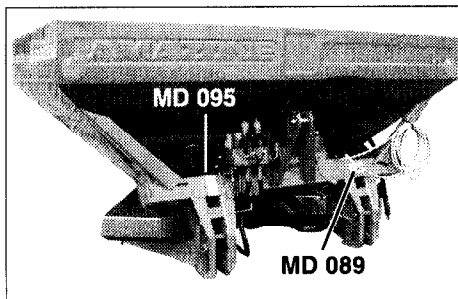
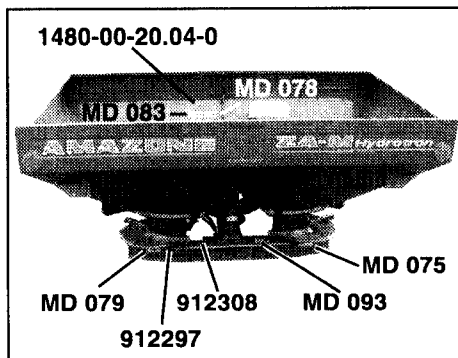

Fig. 2.1
Fig. 2.2
- Fig. 2.1 och Fig. 2.2 visar placeringen av de olika varnings- och anvisningsskytarna på maskinen. Respektive varnings- och anvisningstext finns på följande sidor.